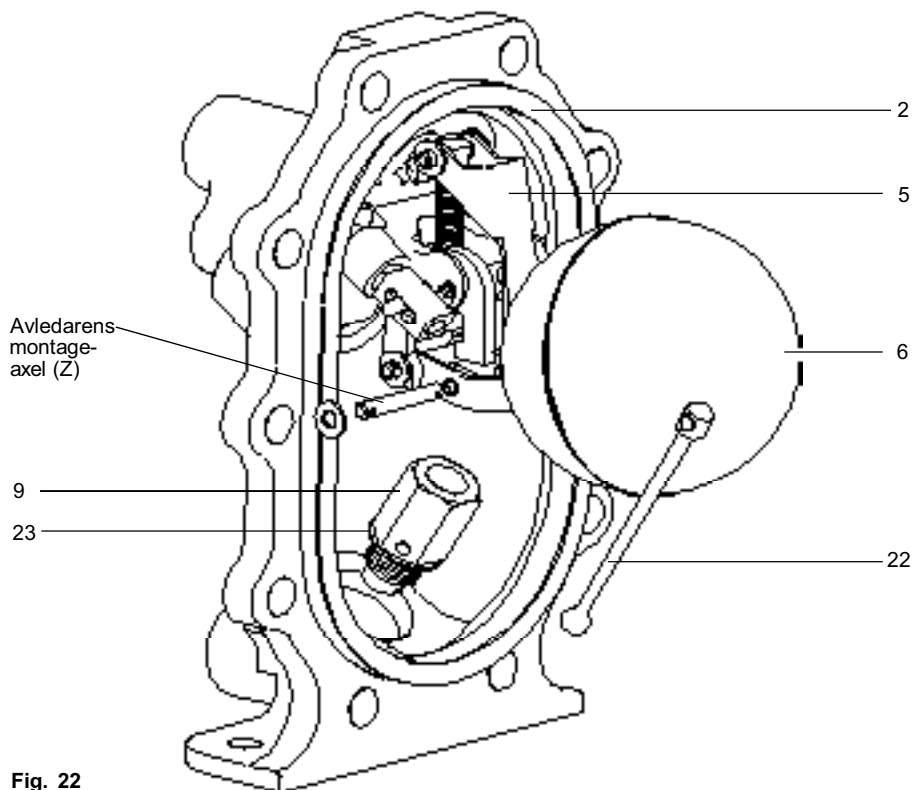

Fig. 22
4. Avlägsna sprinten, brickan och axeln från avledarens axel (Z) (Se fig. 22).
13. Återmontera avledarventilaxeln och avledarens montageaxel (Z) (längd 40 mm) kom ihåg att använda nya sprintar och brickor- till den nya avledar-hävarmen (del 5).